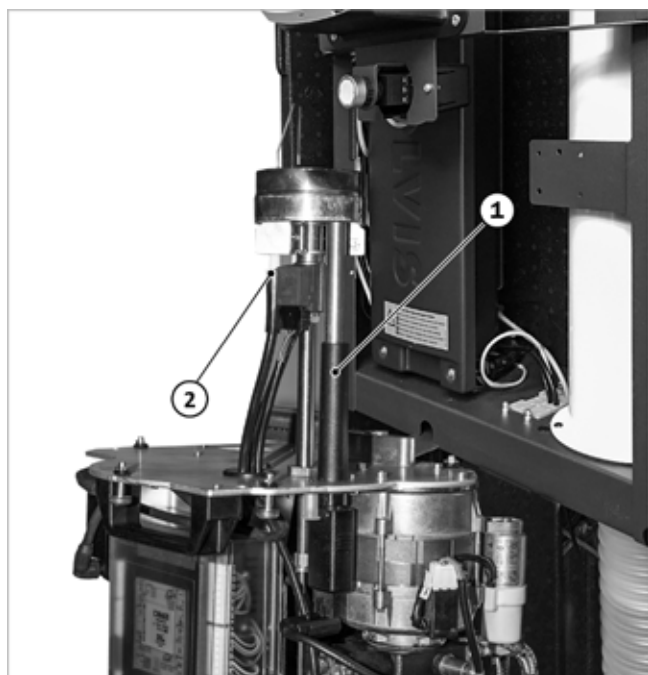

Fig. 138 : fixation du brûleur sur la console
1. Retirez le manchon, voir → fig. 138 (1).